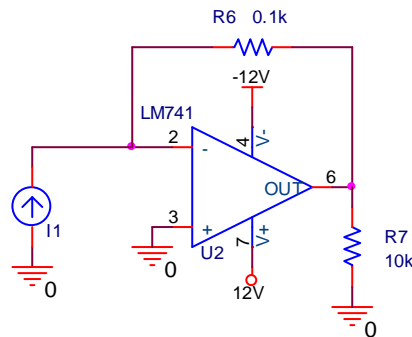

Figura 2
- 7) Construya el convertidor de corriente a voltaje de la figura 2 y aliméntelo con los voltajes indicados.